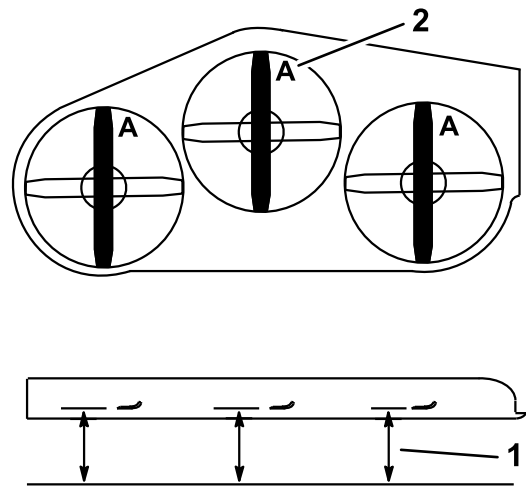

Figure 82
- Placez la machine sur une surface plane, tournez une lame dans le sens longitudinal. Mesurez au point A et entre la surface plane et le bord coupant des pointes des lames (Figure 82)